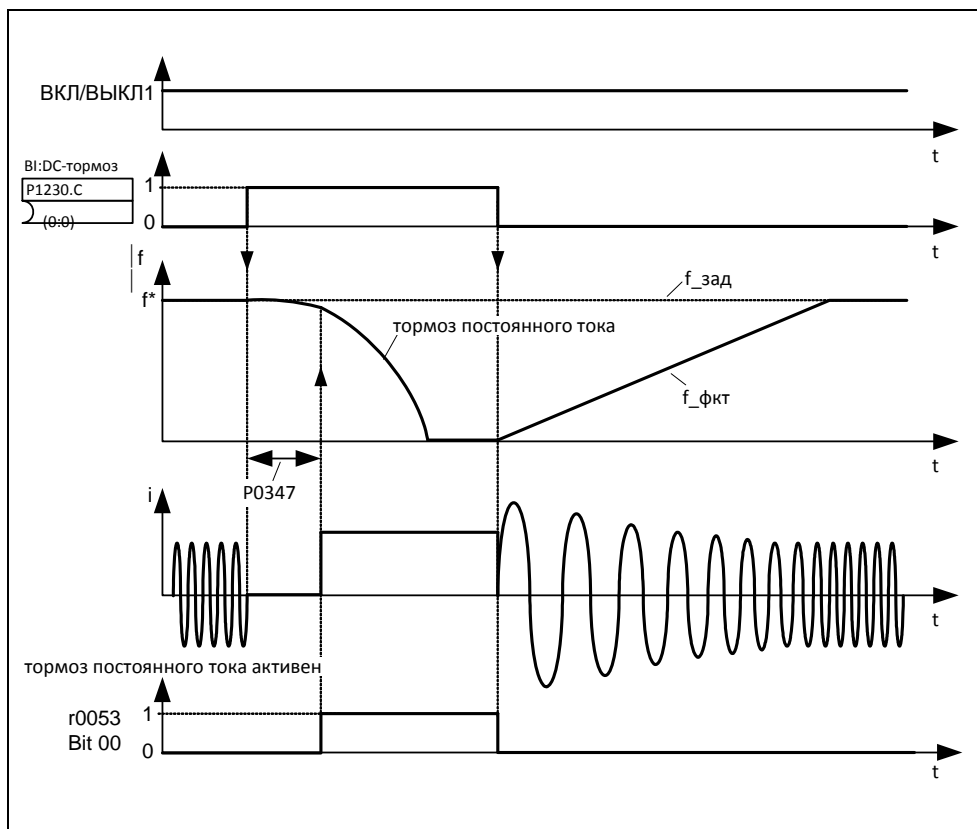

Рис. 3-74 DC-тормоз после внешнего выбора
1. Разрешение и выбор через ВICO-параметр P1230 (см. рис. 3-74)